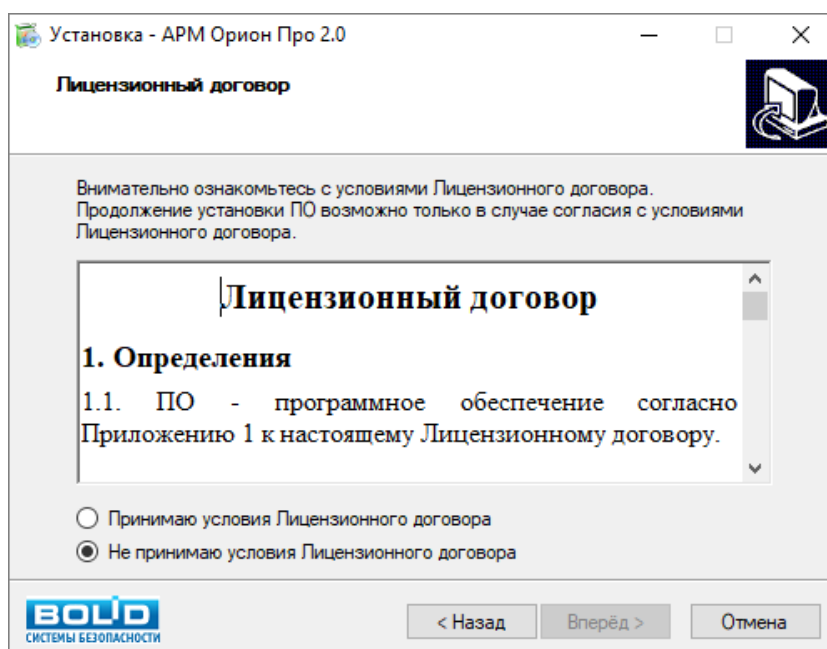

Рисунок 2-26 Лицензионный договор в окне Мастера установки ПО
- 5) На новой странице Мастера установки ПО внимательно ознакомьтесь с условиями Лицензионного договора (см. Рисунок 2-26);